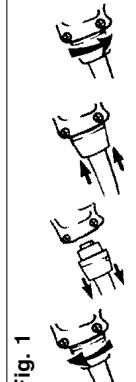

Fig. 1
**Montaje y desmontaje del cable de cambio rápido Quik-Lok® (Fig. 1)**